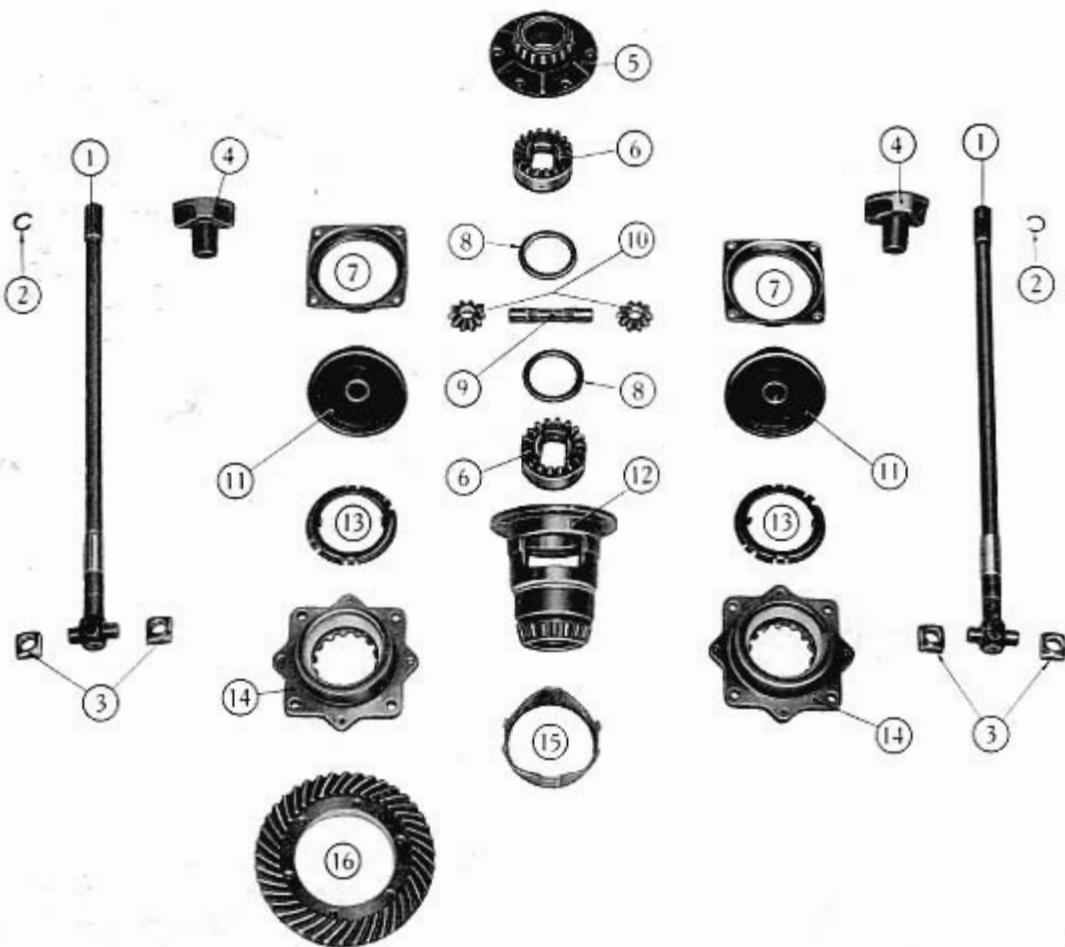

Fig. 188 - Vue éclatée du différentiel.
Oter le frein (2, fig. 188) du manchon cannelé (4) et sortir ce dernier.